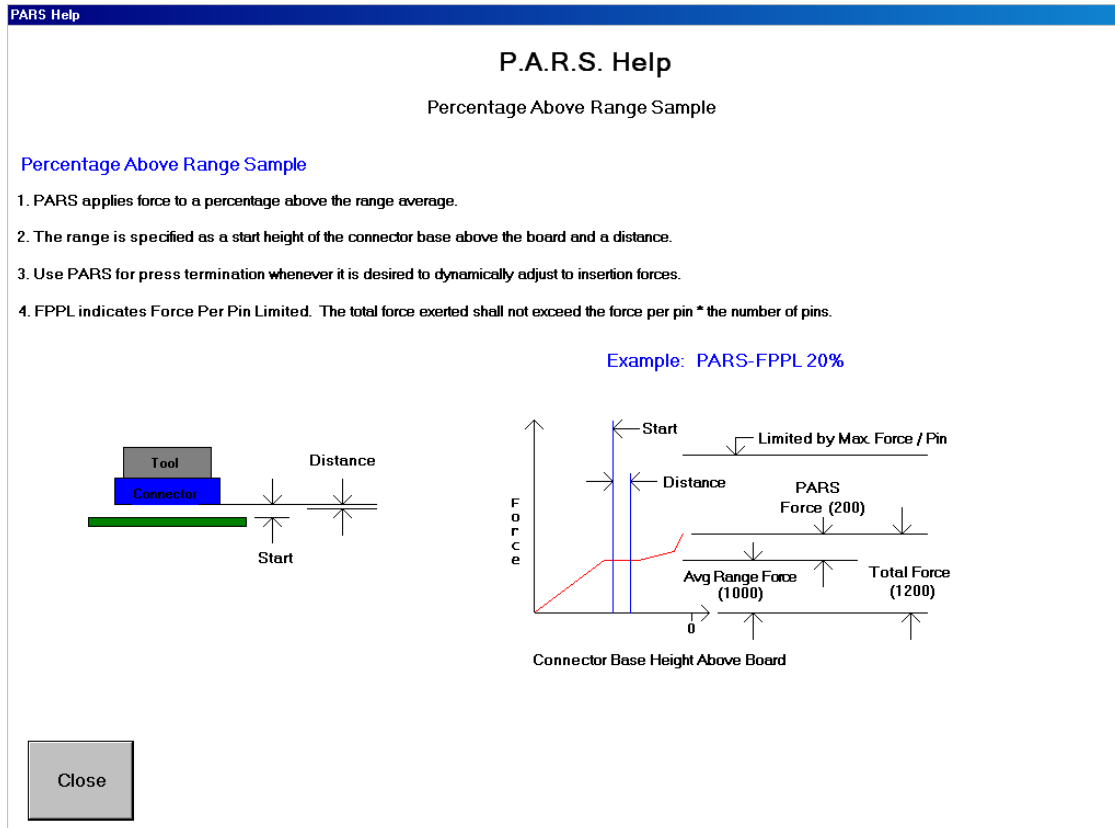

Figura 32
- **PARS-FPPL xx%** - É uma terminação dinâmica do ciclo de prensagem com base nas forças reais geradas durante o processo de prensagem. Ao clicar no botão de ajuda do PARS, a janela mostrada na Figura 32 será exibida.